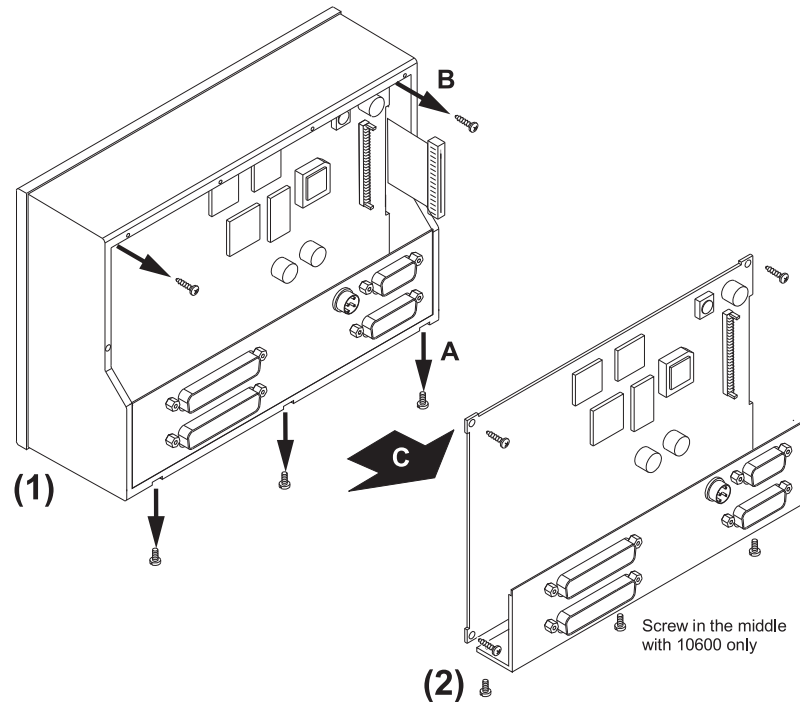

Bild D 7-4: Lösen und Entnehmen von Anschlusswinkel und Hauptplatine
3. Entfernen Sie auf der Geräteunterseite die drei (10600) bzw. zwei (10600-PLUS) Schrauben (A), die das Anschlusspanel halten. Entfernen Sie die drei Schrauben (B), die die Hauptplatine fixieren. Entnehmen Sie vorsichtig die Hauptplatine und das anhängende Anschlusspanel (C) und legen Sie sie an einen vor statischen Aufladungen geschützten Platz. (Bild D 7-4)